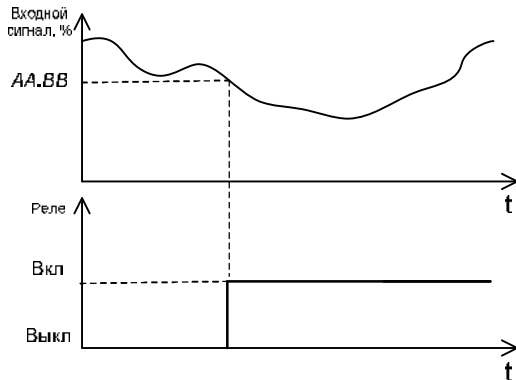

Рисунок 5 – Обратная функция с защёлкой
F.4	Обратная функция компаратора с функцией защелки. см. рисунок 5